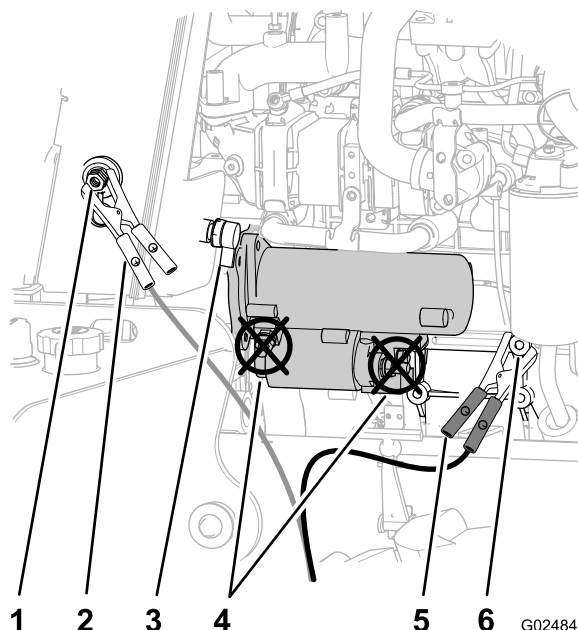

Figure 83
4. Retirez le capuchon de la borne de la batterie déchargée (Figure 83).
5. Branchez le câble de démarrage positif (+) à la borne de démarrage de secours (Figure 83).
6. Branchez le câble de démarrage négatif (-) à un point de masse, tel l'écrou au point de pivotement de l'alternateur (Figure 83).